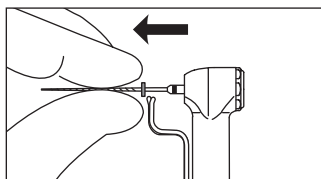

Рис. 4
- После установки файла, слегка потяните за него, чтобы убедиться в надежности его фиксации. (Рис.4)